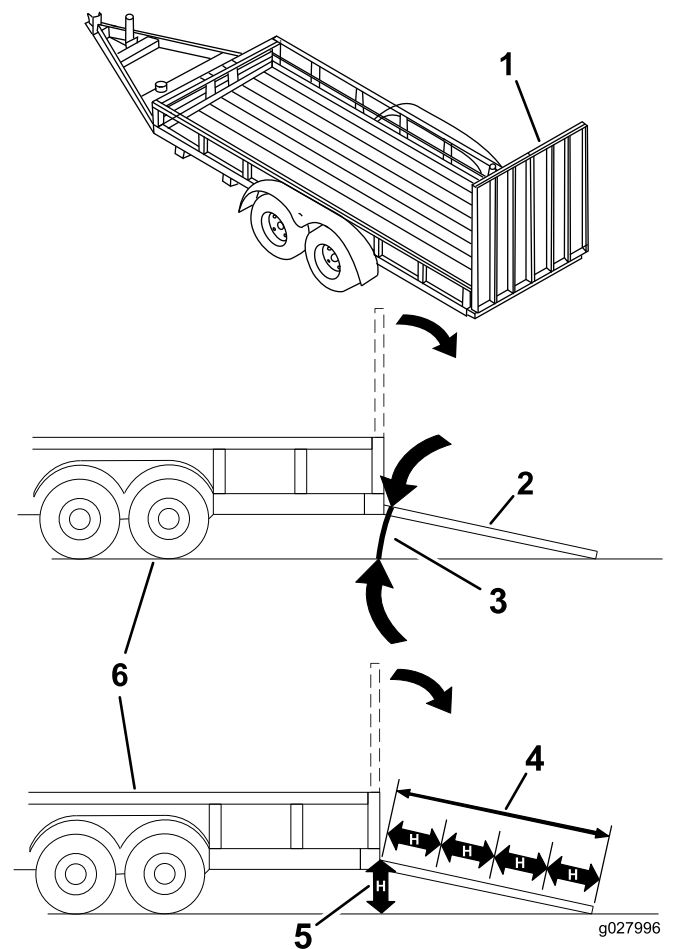

Figura 29
El cargar la máquina en un remolque o un camión aumenta la posibilidad de un vuelco y podría causar lesiones graves o la muerte (Figura 29).
3. Baje la rampa, asegurándose de que el ángulo entre la rampa y el suelo no supera los 15 grados (Figura 29).
1. Baje la rampa, asegurándose de que el ángulo entre la rampa y el suelo no supera los 15 grados (Figura 29).